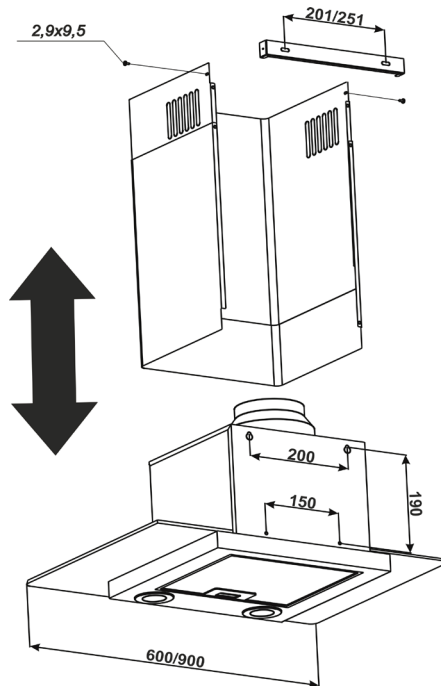

Abb. 4
6.4 Markieren Sie die Befestigungslöcher des Schanks an der Küchenwand. Machen Sie dazu eine Papiervorlage mit den Koordinaten der 4 Löcher an der Rückwand des Gehäuses (Punkte A, B, C, D div. Installationsdiagramm); Bringen Sie die Schablone in der zuvor angegebenen erforderlichen Höhe an der Wand an und richten Sie sie aus (Abb. 4).
6.9 Installieren Sie die teleskopische Kaminhaube am Haubenkörper. Heben Sie die obere Abdeckung der Haube mit der Deckenstange so an, dass sie den Lüftungskanal bedeckt, und markieren Sie die Löcher für die Halterung in den Nuten der Stange 2 (**Punkte E, F**) (**Abb. 4**).
6.13 Setzen Sie die Außenverkleidung des Kamingehäuses in die Schlitze an der Haube ein und heben Sie die Innenverkleidung an, um die Befestigungslöcher mit der Stange auszurichten, und verbinden sie **mit den 2 Schrauben 2,9 x 9,5 von den Seiten** (**Abb. 4**).